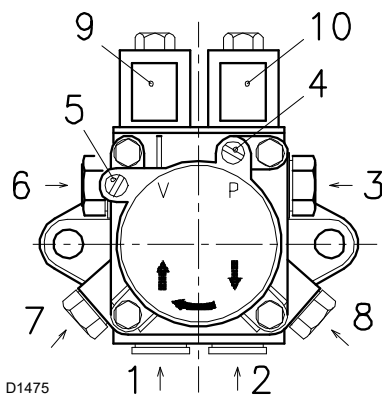

Fig. 17
**Legenda (Fig. 17)**
- Perché la pompa possa autoinnescarsi è indispensabile allentare una delle viti 4)-8)(Fig. 17) della pompa per sfiatare l'aria contenuta nel tubo di aspirazione.